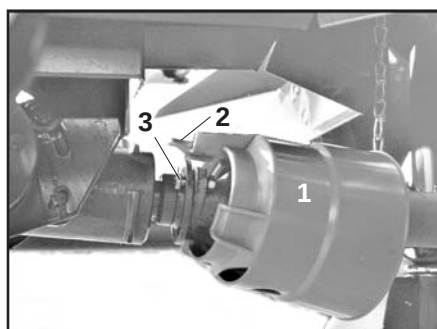

Fig. 5.4
- Beskyttelsestragten trækkes af drevhalsen som vist på fig. 5.4.